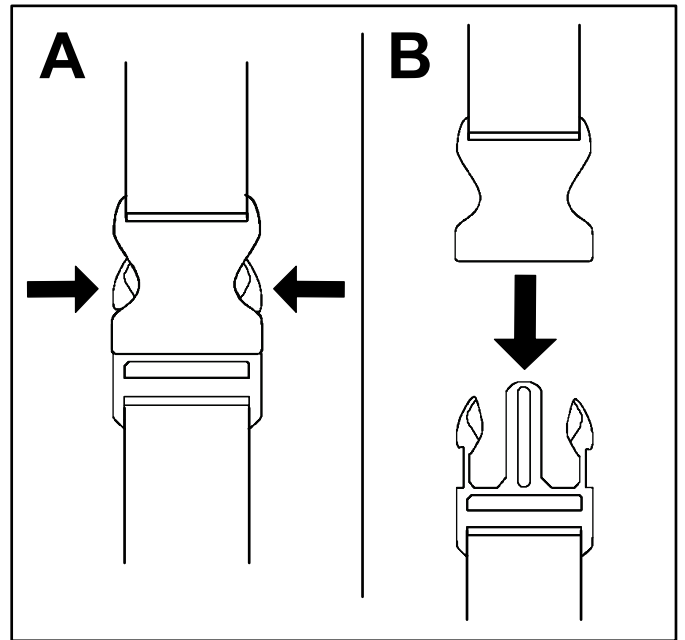

Figure 21
Pour arrêter le souffleur, déverrouillez le blocage de vitesse (le cas échéant) et relâchez la gâchette de vitesse variable (Figure 21).
- Appuyez de chaque côté des boucles (A de Figure 21).
- Les boucles vont se détacher toutes seules (B de Figure 21).